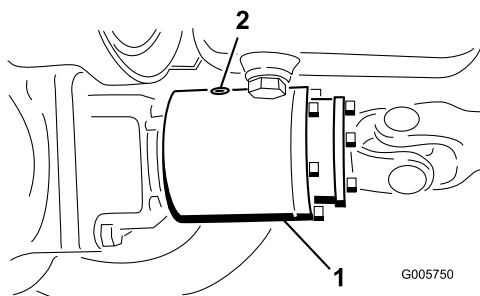

Figure 58
3. Tournez l'embrayage jusqu'à ce que le bouchon de vidange se trouve en bas (Figure 58).